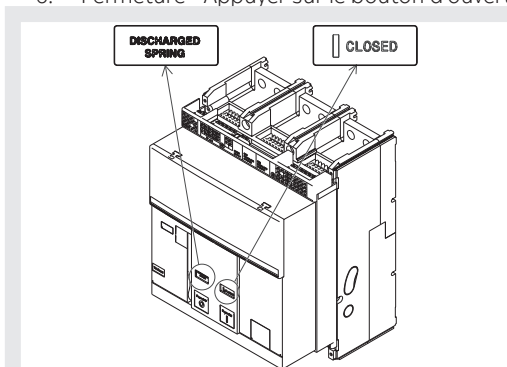

Figure 22
5. Contrôler que le disjoncteur soit fermé (indicateur ouvert/fermé "I - CLOSED"), et contrôler que les ressorts sont débandés (indicateur ressorts "blanc - DISCHARGED SPRING") comme indiqué dans la Figure 22.